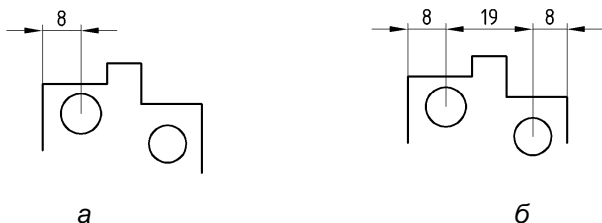

Рис. 52. Пример простановки размерной цепочки
2. Проставить нужный размер (рис. 52, а).
6. Нажать клавишу [ENTER] (рис. 52, б).